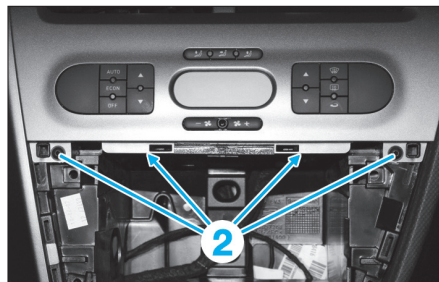

Fig. 25
- Extraire l'autoradio (1) en tirant avec précaution sur les extracteurs inférieurs par les poignées, les extracteurs supérieurs remplissent leur fonction sans les toucher.
- Déposer les vis (2) du panneau de commande (Fig.25).